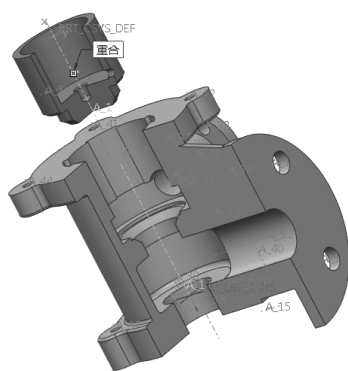

图 8-35 轴重合约束
(1) 保持“阀体组件”激活状态，单击【元件】命令组中的【组装】按钮，在【打开】对话框中选择“阀瓣.prt”，单击【打开】按钮，调入零件。
(2) 在【元件放置】选项卡中修改约束条件为【重合】，然后选择绘图区域的“阀瓣.prt”的中心轴 A_1 和“阀体.prt”的腔体中心轴 A_1，为其添加重合约束，如图 8-35 所示。